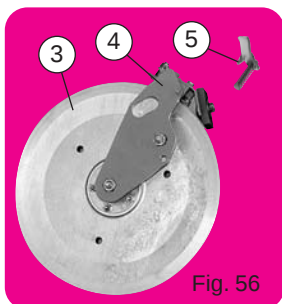

Fig. 56
- 1 roue ③ sur son cadre ④ avec décrottoir et boulonnerie
- 1 taquet d'escamotage ⑤ (fig. 56).
- 1 wheel ③ on its bracket ④ with scraper and bolts
- 1 retracting latch ⑤ (fig. 56)
- Rolle ③ mit Halter ④ mit Abstreifer und Schrauben
- Arretierungslasche ⑤ - Fig. 56